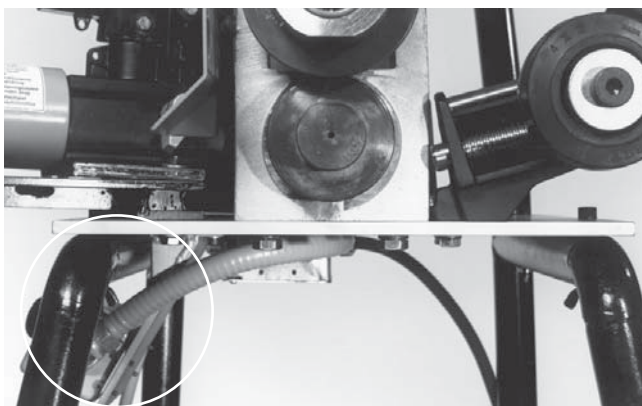

Рисунок 20 – Снятие основания с опоры
3. После снятия основания будьте внимательны и не "зацепите" переключатель на направляющую опоры (рисунок 20).